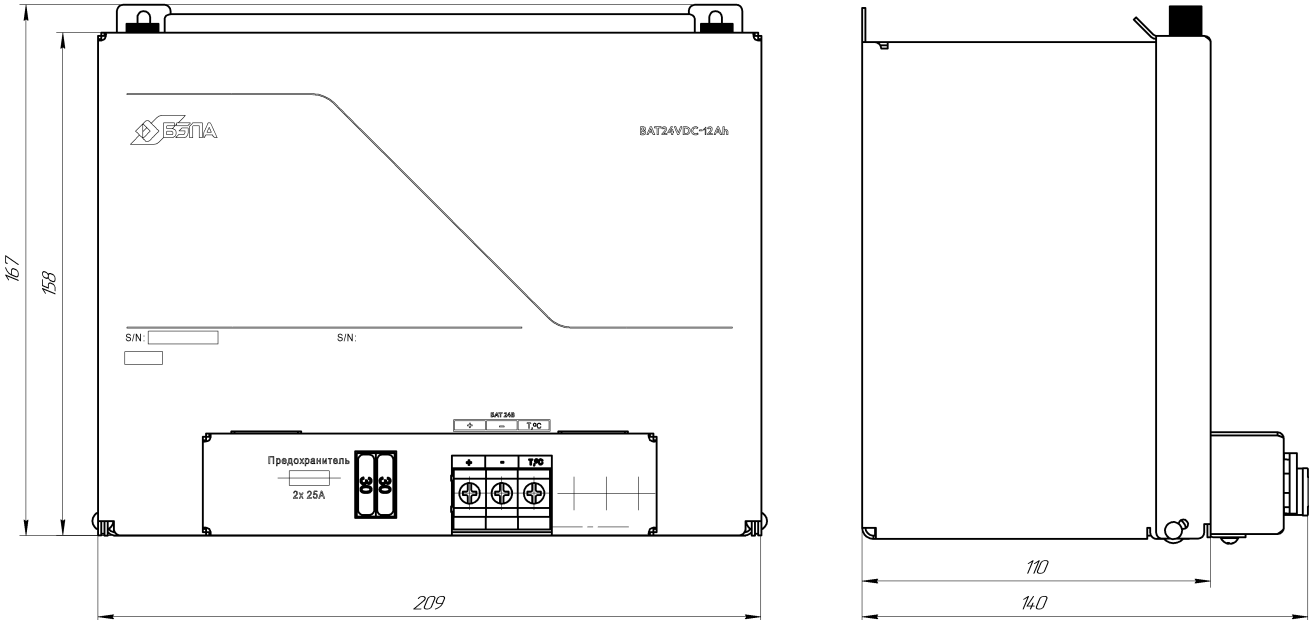
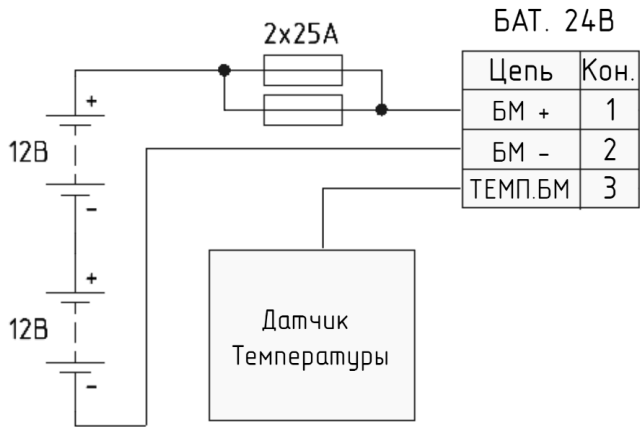

Рисунок 1 –Внешний вид
Рисунок 2 – Принципиальная электрическая схема БМ
1.4.3 Внешний вид изделия представлен на рис. 1. Принципиальная электрическая схема БМ представлена на рис. 2.
1.5.2 Входы и выводы БМ показаны на рис. 2.